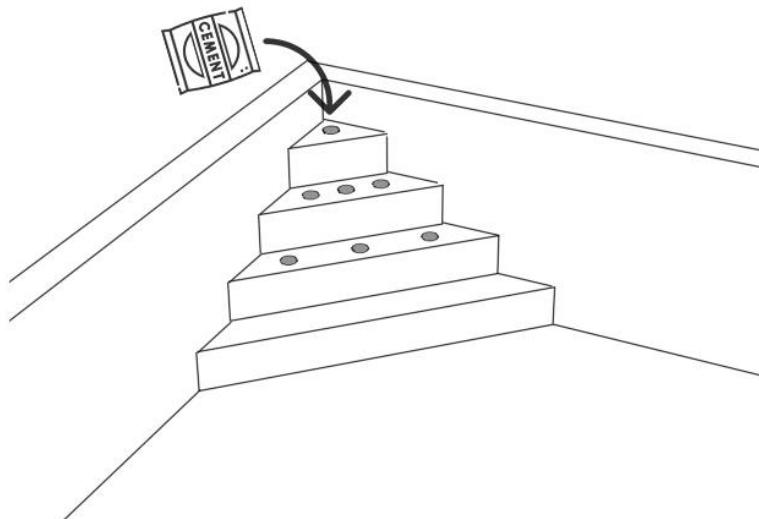

Abbildung 3 – Füllen der Stützen mit Sand oder Zement.
31. Sobald die korrekte Ausrichtung überprüft wurde, fahren Sie mit der Befestigung der Leiter fort. Füllen und füllen Sie die Stützen der Treppe selbst mit Sand oder Zement (siehe Bild 3).